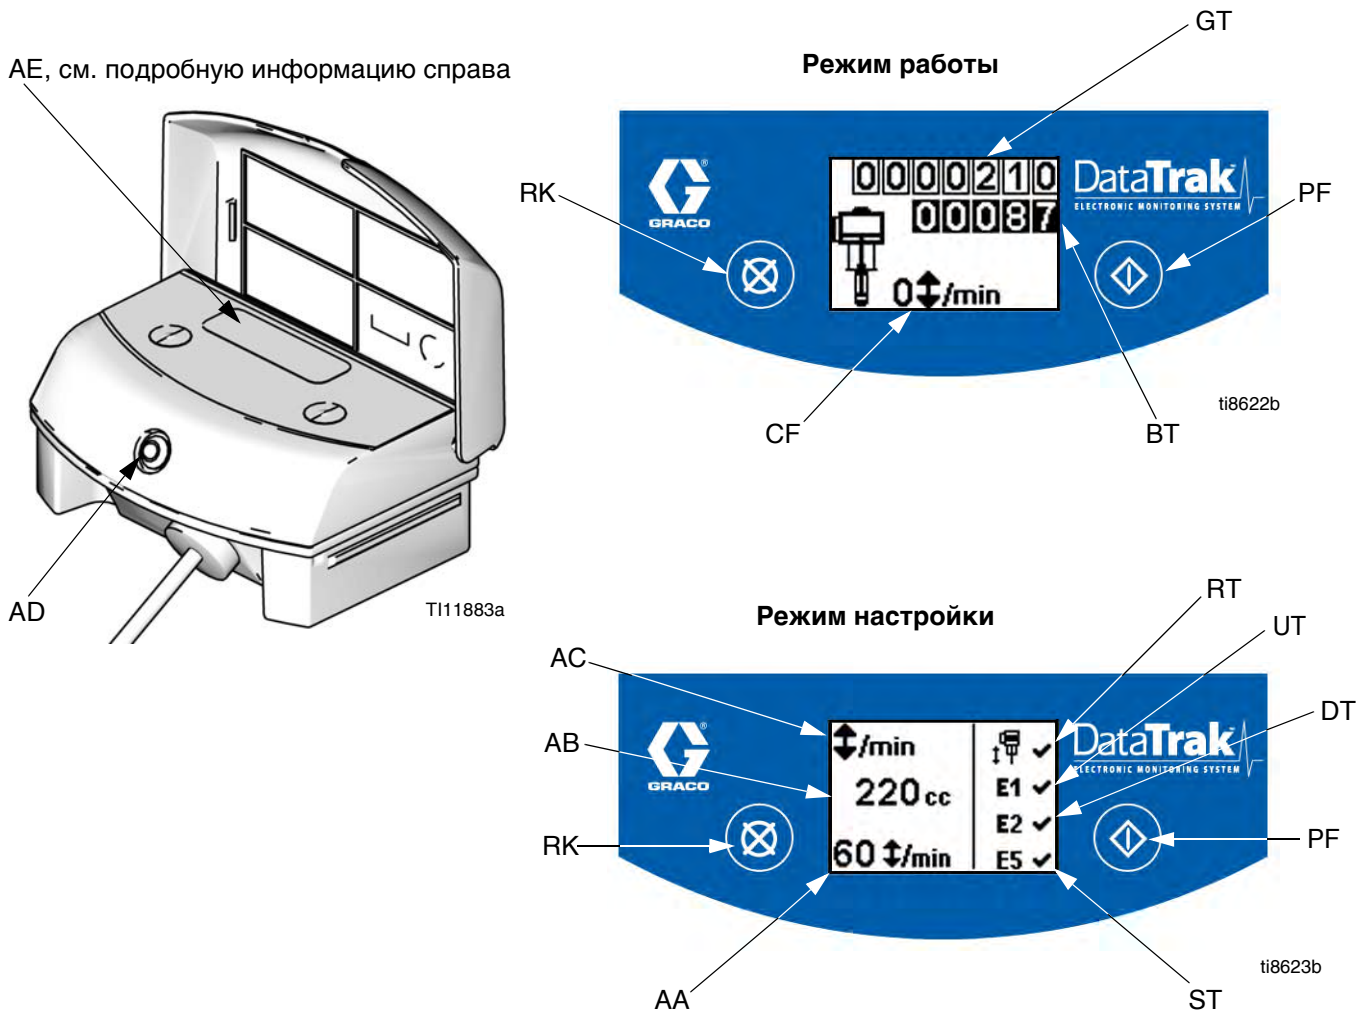

Рис. 7. Элементы управления и индикаторы модуля DataTrak
Расшифровка обозначений на Рис. 7.
1. См. Рис. 7. Нажмите и удерживайте  в течение 5 секунд, пока не появится меню настройки.
ПРИМЕЧАНИЕ. Если включена защита от неуправляемого разгона, а также опции ошибок E1, E2 и E5, на экране настройки появится . См. Рис. 7.
1. См. Рис. 7. Если происходит неуправляемый разгон насоса, защитный электромагнит приводится в действие и останавливает насос. Светодиодный индикатор (AD) начнет мигать, и дисплей (AE) укажет состояние разгона (см. Табл. 1). На дисплее будут циклически повторяться шесть сообщений с инструкциями.
2. Экраны разгона 1 и 2: для возврата электромагнита защиты от разгона в исходное состояние, закройте главный воздушный клапан (E). Подождите, пока воздух полностью не выйдет из пневматического двигателя.
3. Экраны разгона 3 и 4: после того как выйдет воздух, нажмите кнопку выключения электромагнита (J), чтобы вернуть воздушный клапан в исходное состояние. Кнопка снова появится на экране, после того как на воздушный клапан будет подано давление.
5. Для перезапуска насоса откройте главный воздушный клапан (E).
ПРИМЕЧАНИЕ. Чтобы отключить защиту от неконтролируемого разгона, перейдите в режим настройки и установите для разгона значение 0 (ноль) или переведите переключатель (RT) в положение "выкл"  (см. Рис. 7).
- См. Рис. 7. Для входа в режим заправки/промывки нажмите любую кнопку, чтобы включить дисплей, а затем нажмите . На дисплее появится символ заправки/промывки, и светодиодный индикатор начнет
- При включенном режиме заправки/промывки защита от неуправляемого разгона отключена, и счетчик партий продукции (BT) не выполняет подсчет. Общий счетчик (GT) продолжает выполнять подсчет.
См. Рис. 7. Последняя цифра на счетчике партий продукции (BT) означает десятые доли галлонов или литров. Чтобы обнулить счетчик, нажмите любую кнопку для включения дисплея, а затем нажмите и удерживайте  в течение 3 секунд.
См. Рис. 7. Дисплей (AE) отключится через 1 минуту пребывания в неактивном состоянии в рабочем режиме или через 3 минуты в режиме настройки. Для включения дисплея нажмите любую кнопку.
Модуль DataTrak может диагностировать некоторые проблемы в работе насоса. Если монитор обнаруживает проблему, то светодиодный индикатор (AD, Рис. 7) будет мигать и на дисплее появится код диагностики. См. Табл. 1.
| | E-4 | Компонент 1 для технического обслуживания (только для блоков с защитой от управляемого разгона) | Проблема с остановкой разгона. | <ul style="list-style-type: none"> Поврежден электромагнит. Повреждена каретка клапана. Защиту от неуправляемого разгона (RT, Рис. 7) можно включить в насосе, который не оборудован электромагнитным клапаном разгона. Откройте экран настройки и отключите защиту от неуправляемого разгона. |
| | E-6 | Перегоревший предохранитель | Предохранитель перегорел. Замените плавкий предохранитель. См. стр. 29. | <ul style="list-style-type: none"> Электромагнит или его проводка неисправны. Экстремальные температуры (выше 140 °F (60 °C)). Защиту от неуправляемого разгона (RT, Рис. 7) можно включить в насосе, который не оборудован электромагнитным клапаном разгона. Откройте экран настройки и отключите защиту от неуправляемого разгона. |